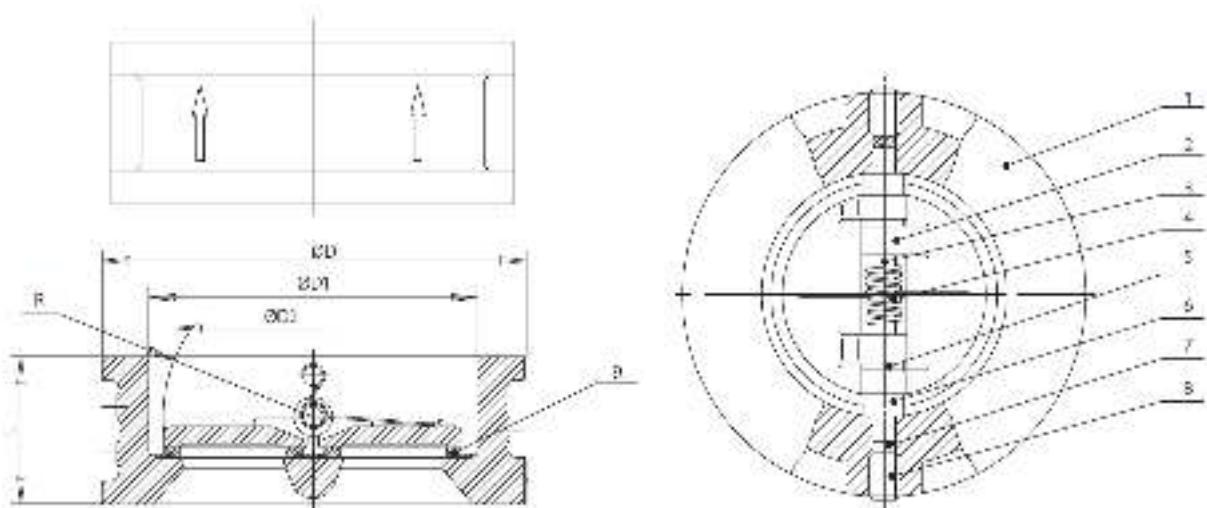

Рис. 1
1.2.7. Основные размеры и массогабаритные характеристики приведены на рис. 1, в табл. 2. Допустимое отклонение от указанной массы – 5%.
1.3.1 Основные элементы конструкции клапана приведены в табл. 1, на рис. 1
1.3.2. Под действием прямого потока рабочей среды створки 2 перемещаются по оси 3 и открывают клапан. При отсутствии прямого потока рабочей среды под действием пружины 4 и собственного веса створки 2 перекрывают движение обратного потока среды (рис. 1).